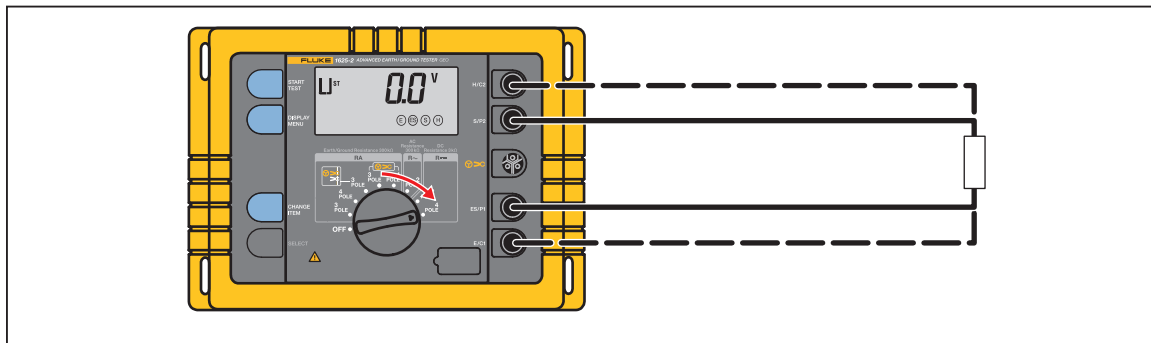

Abbildung 13. Widerstandsmessung ( $R_{\rightarrow}$ )
1. Das Gerät gemäß Abbildung 13 anschließen.